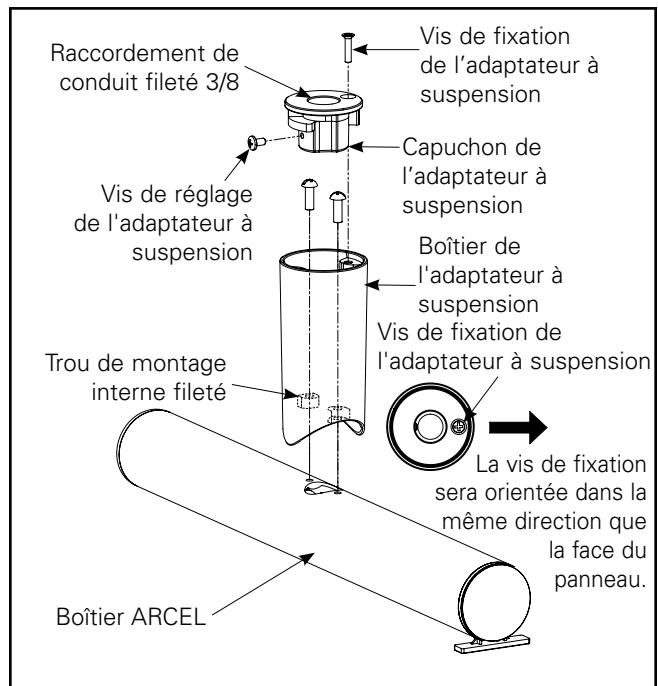

Figure 8.
- Ouvrez la boîte contenant votre ensemble adaptateur à suspension et déballez l'unité. Démontez l'unité en retirant la vis de fixation située sur la surface supérieure du capuchon de l'adaptateur du pendentif (voir figure 8).